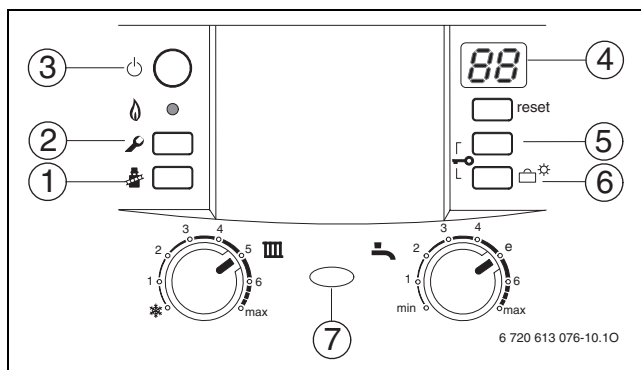

Fig. 36 Panoramica degli elementi operativi
- ▶ Premere più volte il tasto (5) o il tasto (6) (→ fig. 36) finché non viene visualizzata la funzione di servizio desiderata.
- ▶ Premere contemporaneamente i tasti (5) e (6) (→ fig. 36) per 3 sec. (durante quest'operazione il display visualizza  finché il display non mostra nuovamente cifra.lettera, ad es. 8.A).
- ▶ Premere più volte il tasto (5) o il tasto (6) (→ fig. 36) finché non viene visualizzato il valore desiderato della funzione di servizio.
- ▶ Tenere premuti contemporaneamente i tasti (5) e (6) (→ fig. 36, pagina 32) per 3 sec. (il display visualizza ) finché il display non visualizza una funzione di servizio del primo livello ad es. 1.A.